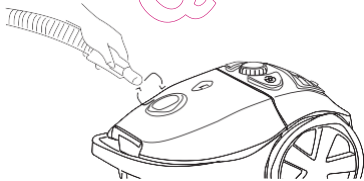

Abbildung 2 Befestigen des Anschlussstückes
1. Drehen Sie das Anschlussstück des Schlauchs im Schlauchanschluss im Motorgehäuse rechtsherum (siehe Abbildung 2). Wenn Sie den Schlauch entfernen wollen, dann drehen Sie das Anschlussstück linksherum und ziehen Sie das Anschlussstück heraus.